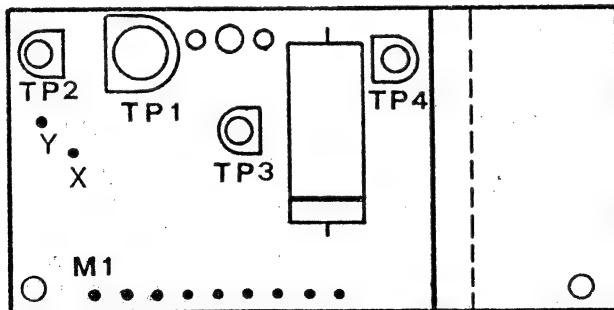

BILD 5
5. Eingestellt wird diese Dreieckspannung mit TP 4. (Bild 5)
Balken gelten für $33\frac{1}{3}$, die unteren für 45 Umdrehungen). Wenn das nicht der Fall ist, stellen Sie die richtige Tourenzahl mit dem TP 3 ein. (Bild 5)